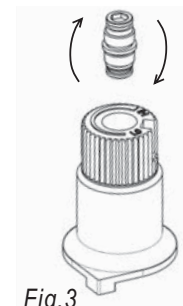

Fig. 3
- 13) Flip the screw (Fig. 3).